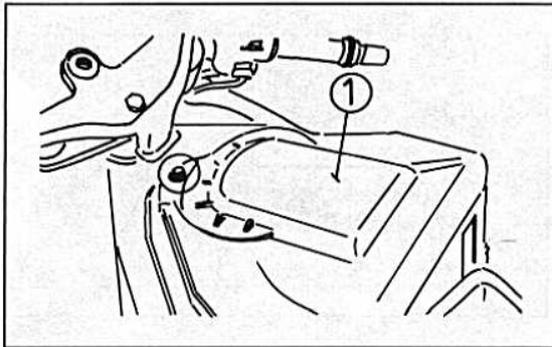

Bild 102
- Die Ablass-Schrauben an den Zylindern entfernen (Bild 102).